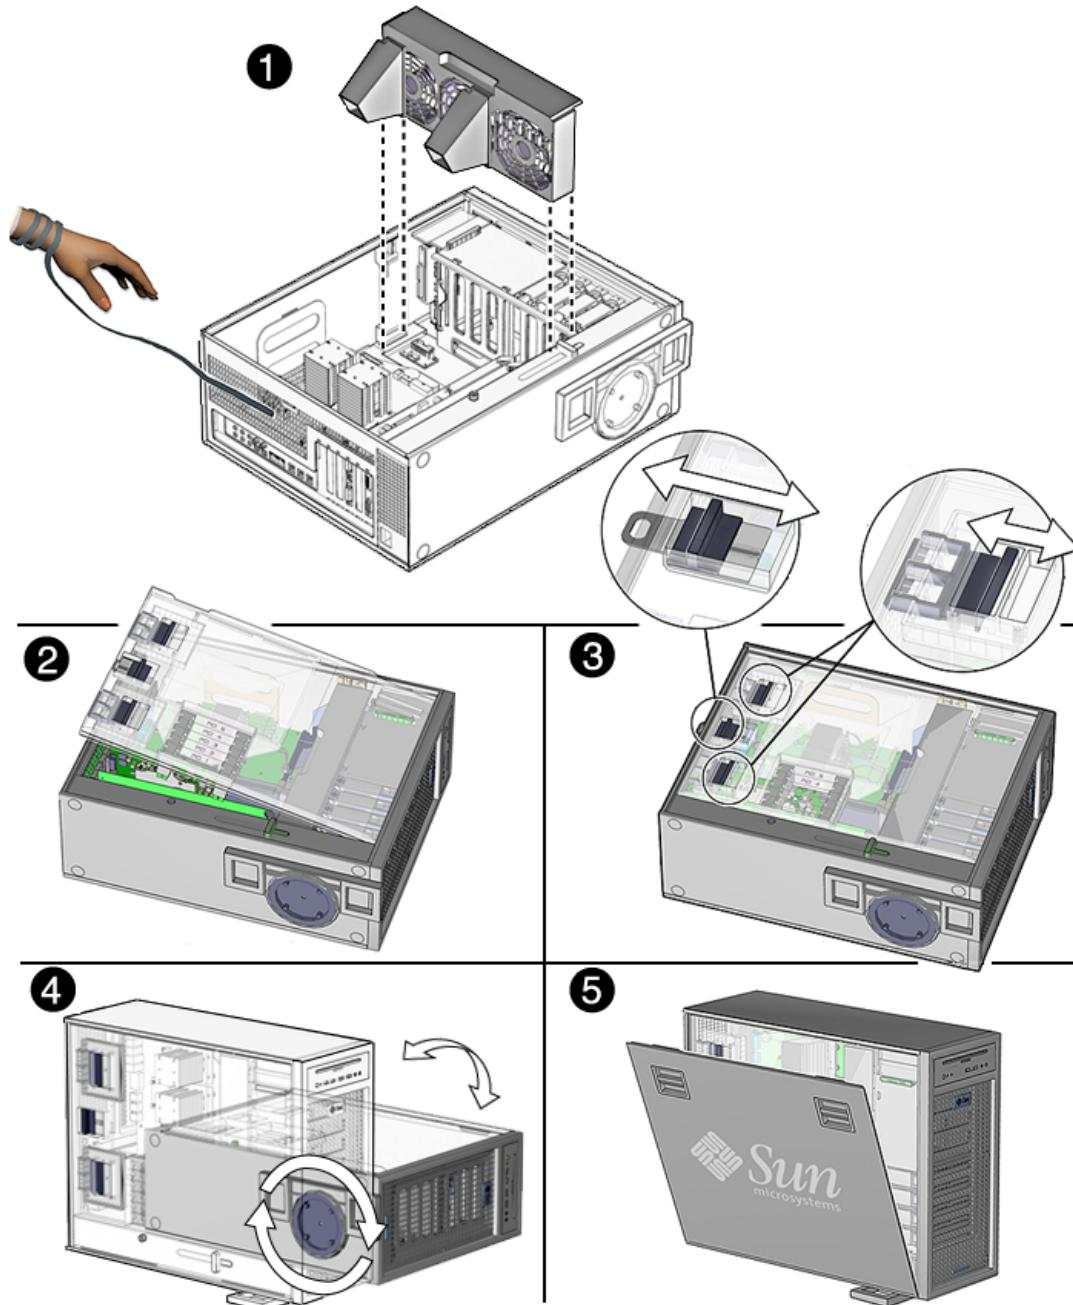

FIGURE 8-1 Réassemblage de la station de travail
Voir FIGURE 8-1.
- Voir FIGURE 8-1.